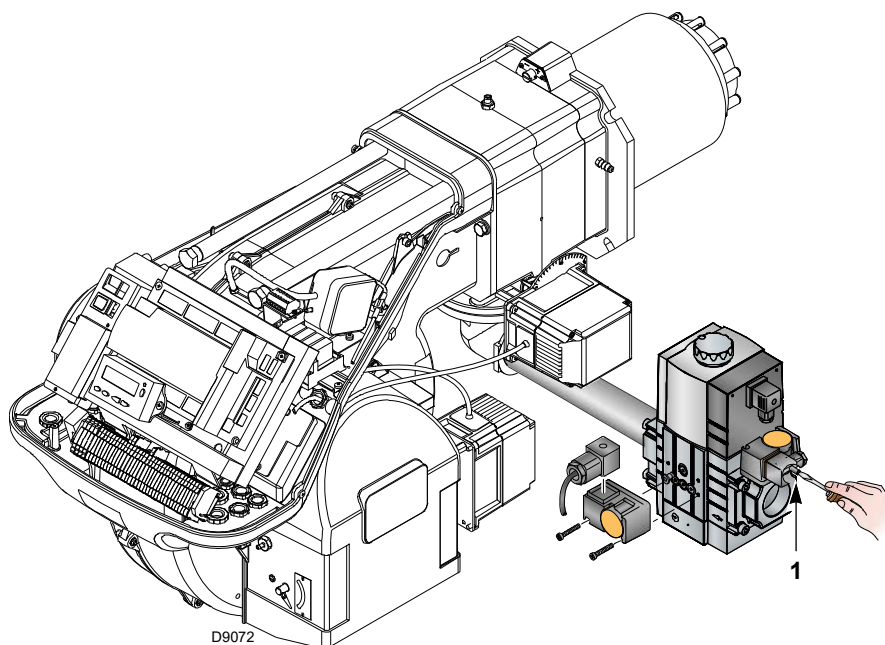

Fig. 27
- Contrôler la pression d'alimentation du gaz en raccordant un manomètre sur la prise de pression 1)(Fig. 27) du pressostat gaz seuil minimum : elle doit être inférieure à la pression maximale admise de la rampe gaz figurant dans la plaque d'identification.
- Purger l'air des tubes de la rampe gaz, en raccordant un tube en plastique sur la prise de pression 1)(Fig. 27) du pressostat gaz seuil minimum. Porter le tube de purge à l'extérieur de l'édifice jusqu'à sentir l'odeur du gaz.